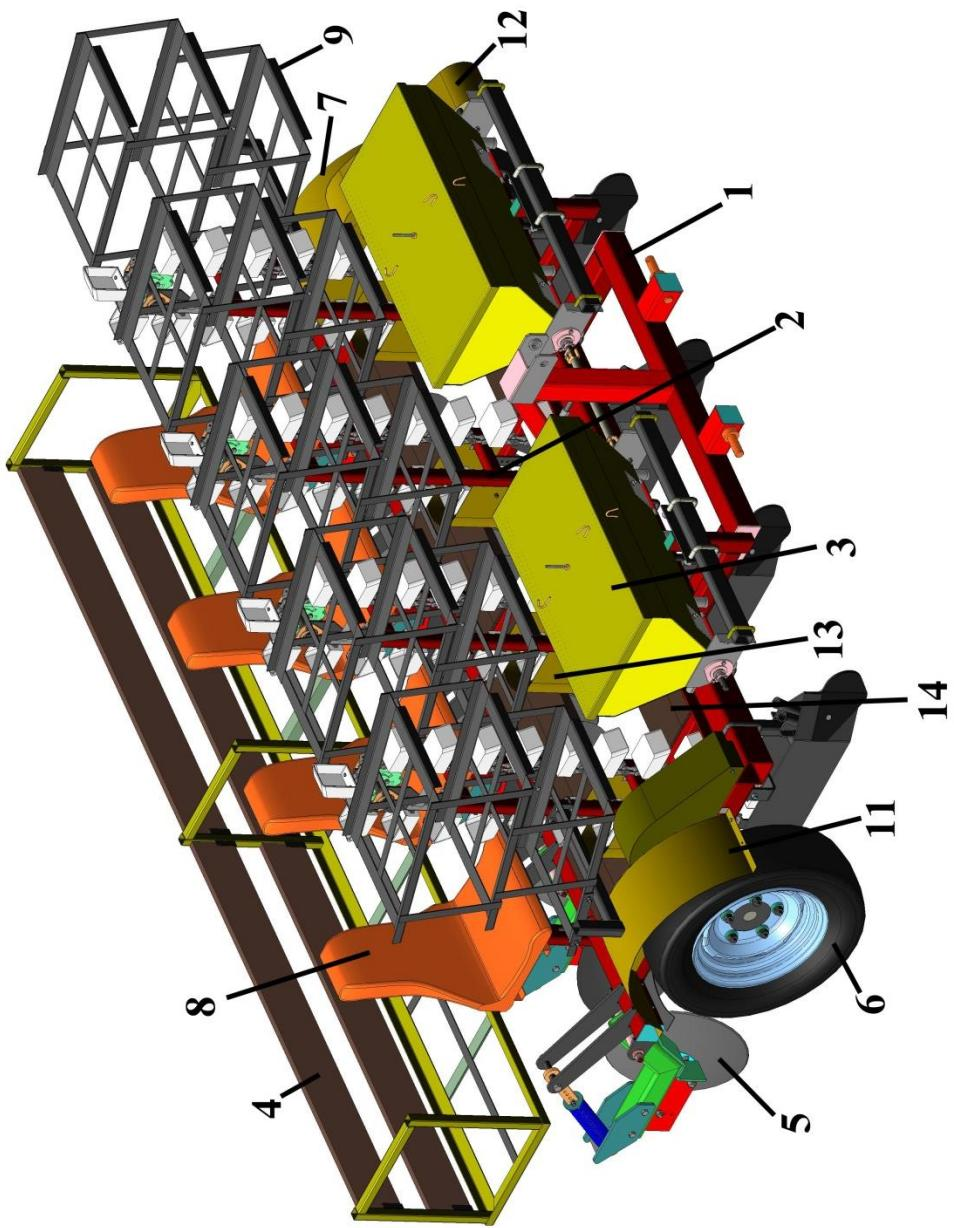

Рисунок 1 – Общий вид сажалки пророщенного картофеля СПК
3.1 Сажалка (рис.1) представляет собой навесную машину, состоящую из несущей рамы 1, на которой с помощью хомутов крепятся высаживающие аппараты 2, туковысевающие аппараты 3 с тукопроводами. За высаживающими аппаратами установлены бороздозакрывающие диски 5. Привод вращения высаживающих и туковысевающих аппаратов осуществляется от опорно-приводных колес 6 и 7 при помощи цепных передач. Для размещения пустых ящиков и ящиков с посадочным материалом на машине установлены передний 9 и задний 4 стеллажи.